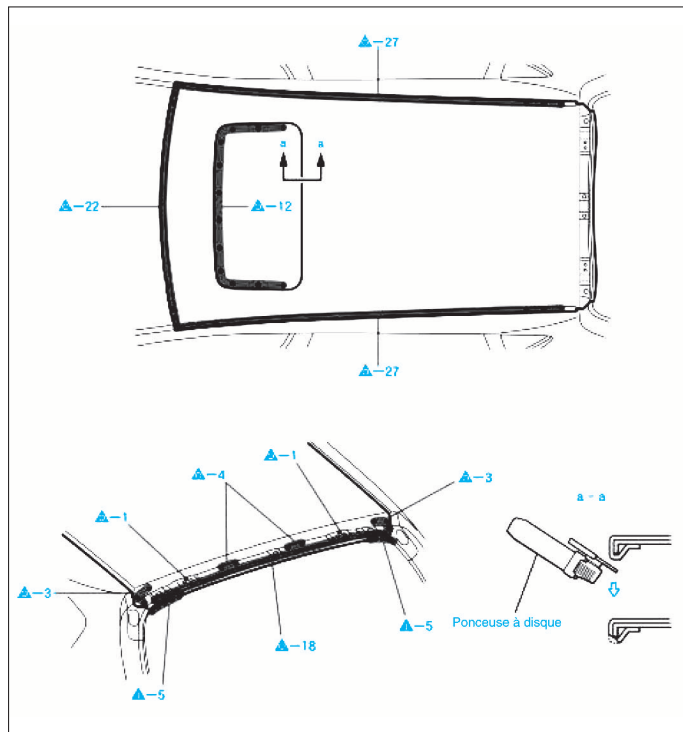

FIG. 43
- Dépointer le pavillon aux endroits indiqués (Fig.43).